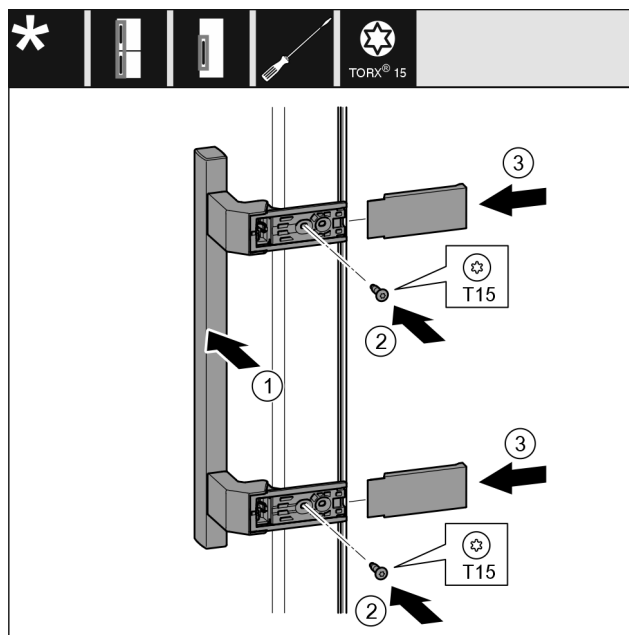

Fig. 41
- Nasad'te madlo Fig. 41 (1) na protilehlé straně.
- Šroubovákem šrouby Fig. 41 (2) pevně utáhněte.
- Kryty Fig. 41 (3) bočně nasad'te a nasuňte.